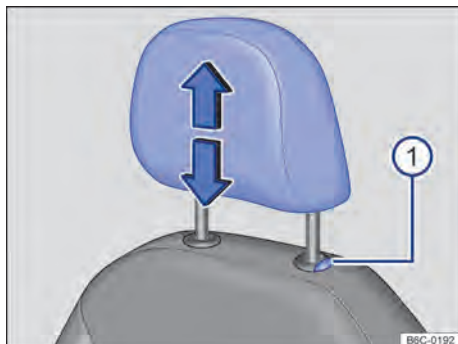

Fig. 68 Apoio para cabeça dianteiro: ajustar.
- Deslocar o apoio para cabeça para cima ou para baixo na direção da seta com o botão → Fig. 68 ① pressionado → ⚠ em *Introdução ao tema* na página 85.